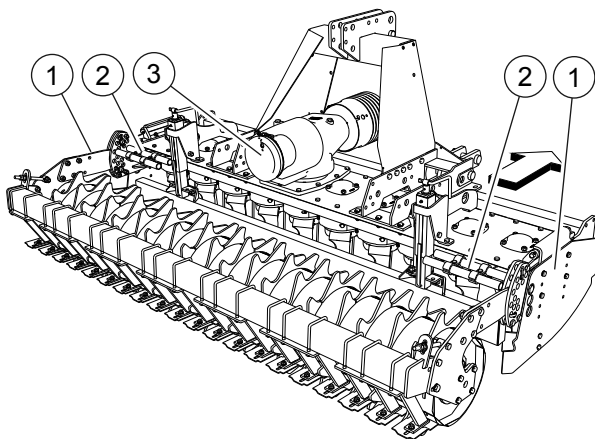

Abb. 20
- Schutz der Zapfwelle traktorseitig **3** „Abb. 20“.
- Seitliches Schutzblech **1** „Abb. 20“.
- Rohre zum Schutz vor dem Zugang zum Werkzeugbereich **2** „Abb. 20“.